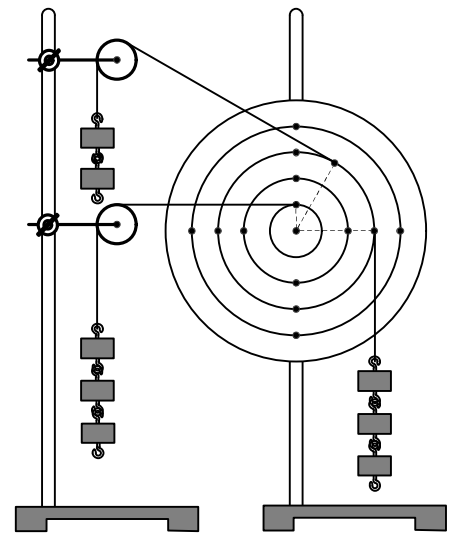

Рис. 9
3. Більш складна установка для демонстрації правила моментів зображена на рис. 9. Підберіть вантажі так, щоб диск перебував у рівновазі. Виміряйте плечі сил, обчисліть їх моменти. Покажіть, що при рівновазі диска алгебраїчна сума моментів відносно вісі обертання дорівнює нулю.